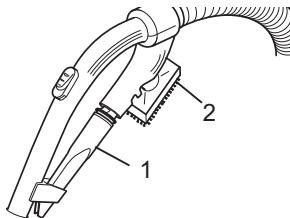

Abb. 5
- Als **Zubehör** sind die Fugendüse und die 2in1-Kombidüse im Lieferumfang enthalten. Sie können bei Nichtgebrauch an der Zubehöralterung befestigt werden (Abb. 5).
- **Fugendüse (Abb. 5/1)**
- **2in1-Kombidüse (Abb. 5/2)** zu verwenden als: